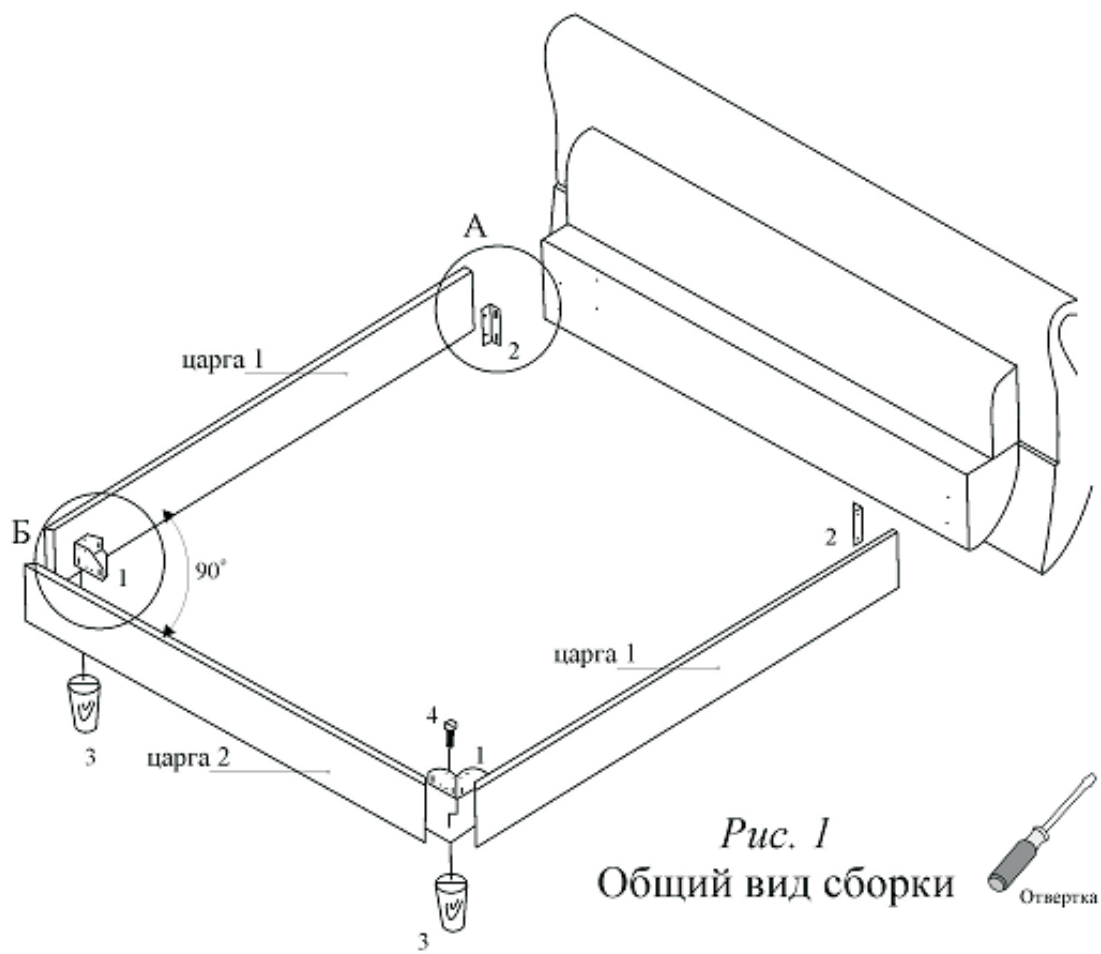

Рис. 1
2. Уголки для крепления царги (см. рис.2) закрепите на царгу 2 (см.рис.1 вид Б) винтами (см. рис.2).
3. В соответствующие отверстия уголков для крепления царг (рис.1 вид Б, рис.2) установите опоры (рис.2) следующим образом: открутите круглую пластину сверху ножки, выкрутите шпильку (не до конца, **рис.3**), установите опору в уголок для крепления царг (**рис.4**), сверху прикрутив ножку круглой пластиной (**рис.5**).
4. Уголки для крепления спинки (см. рис.2) закрепите на царги 1 винтами поз.5 (см.рис.1 вид А, рис. 2).
5. Ослабьте винты (см. рис.1 вид А, рис.2) в отверстиях спинки.
6. Установите царги 1 (см. рис. 1) на винты поз.6 (см. рис. 1 Вид А).
7. Закрепите царги 1 и царгу 2 между собой винтами (см. рис. 1 Вид Б).